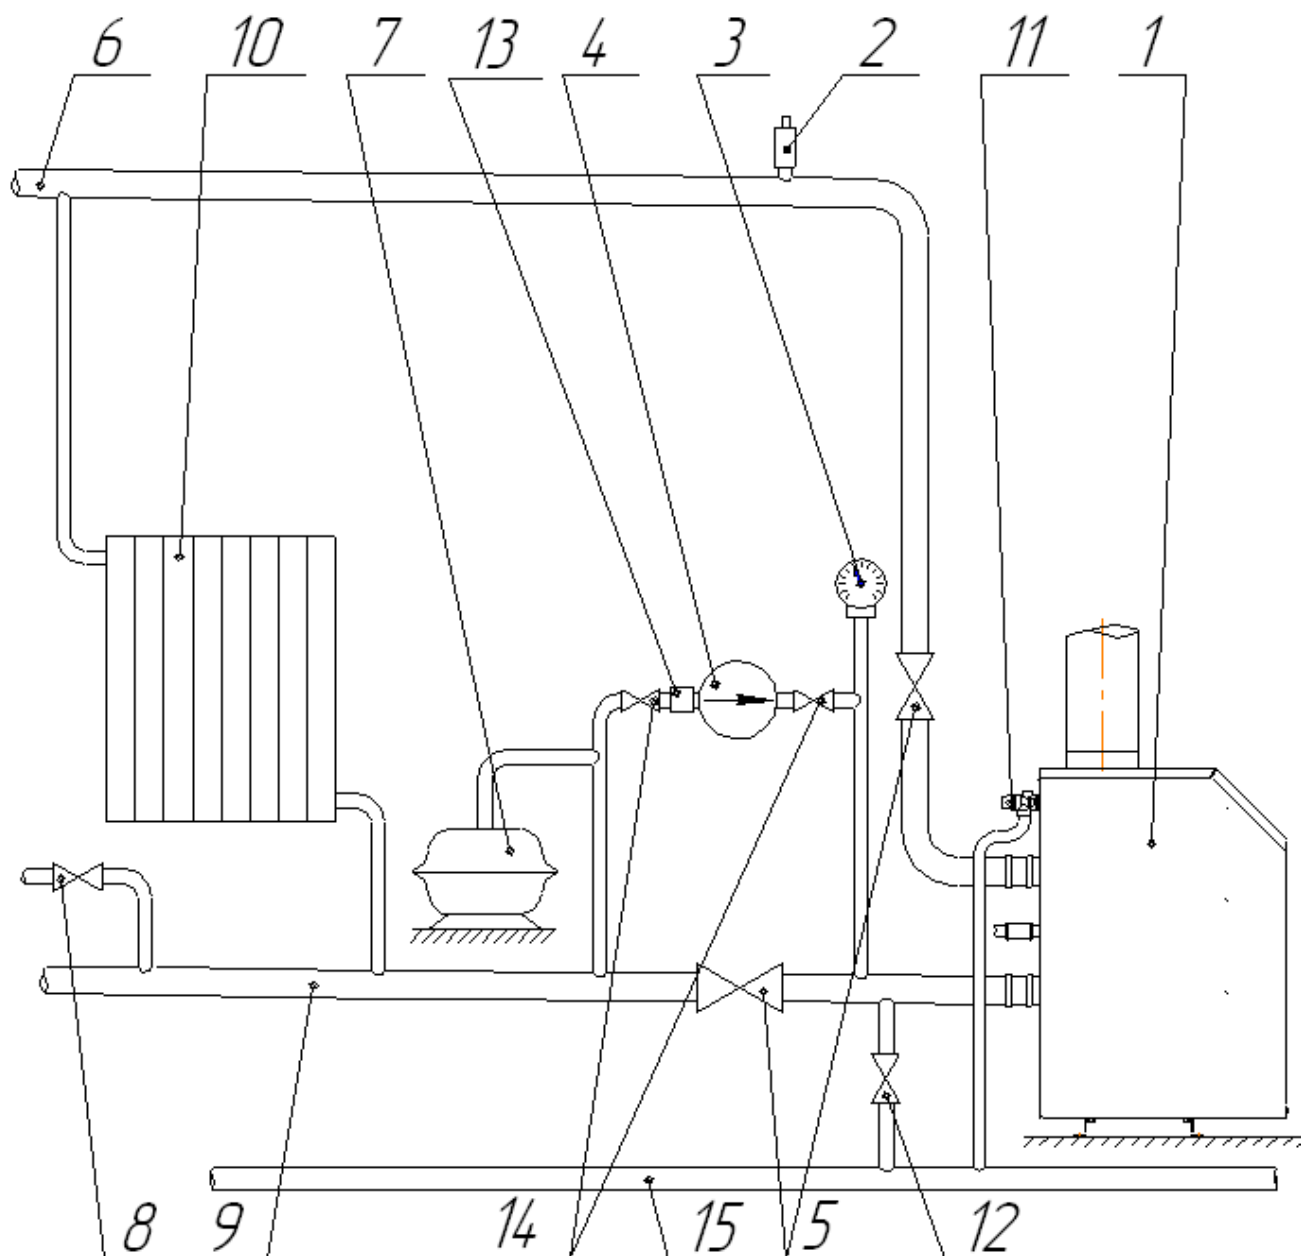

Рис. 6 Рекомендуемая схема разводки отопительной системы с принудительной циркуляцией воды.
5.4 Рекомендуемые схемы системы отопления приведены на рис.6, 7.
- Выполнить подключение дополнительных внешних приборов согласно схеме рис. 6, 7 (если они были заказаны для имеющегося исполнения котла или предусмотрены проектом).
Схема подключения циркуляционного насоса указана на рис. 6,7.